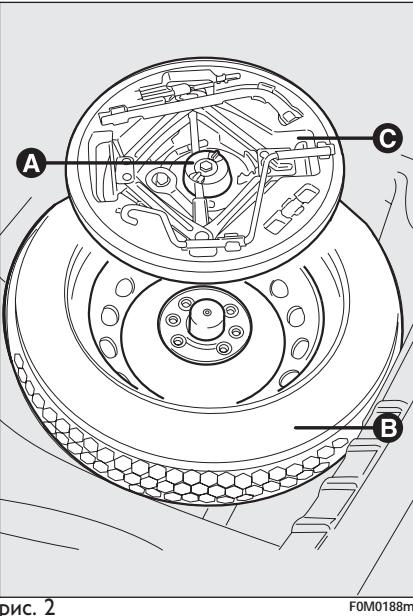

рис. 2
- Отпустите зажим **A-рис. 2**;
- Выньте контейнер с инструментом **C-рис. 2** и перенесите его к колесу, требующему замены;
- Снимите запасное колесо **B-рис. 2**;
- Поместите частично выдвинутый домкрат в ящик для хранения **С-рис. 2**, слегка вдавив его внутрь во избежание вибрации при движении автомобиля;
- Поместите контейнер **С-рис. 2** вместе с инструментами в запасное колесо;
- Затяните крепежное приспособление контейнера с инструментами **А-рис. 2**;